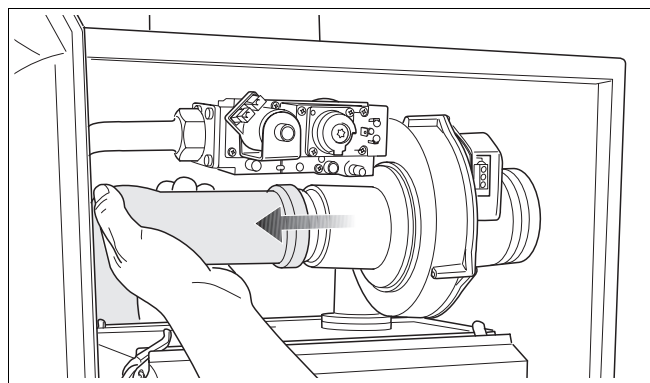

Fig. 113 Aftagning af luftindtagsrøret fra ventilatoren
- Tag luftindtagsrøret af ventilatoren (fig. 113).